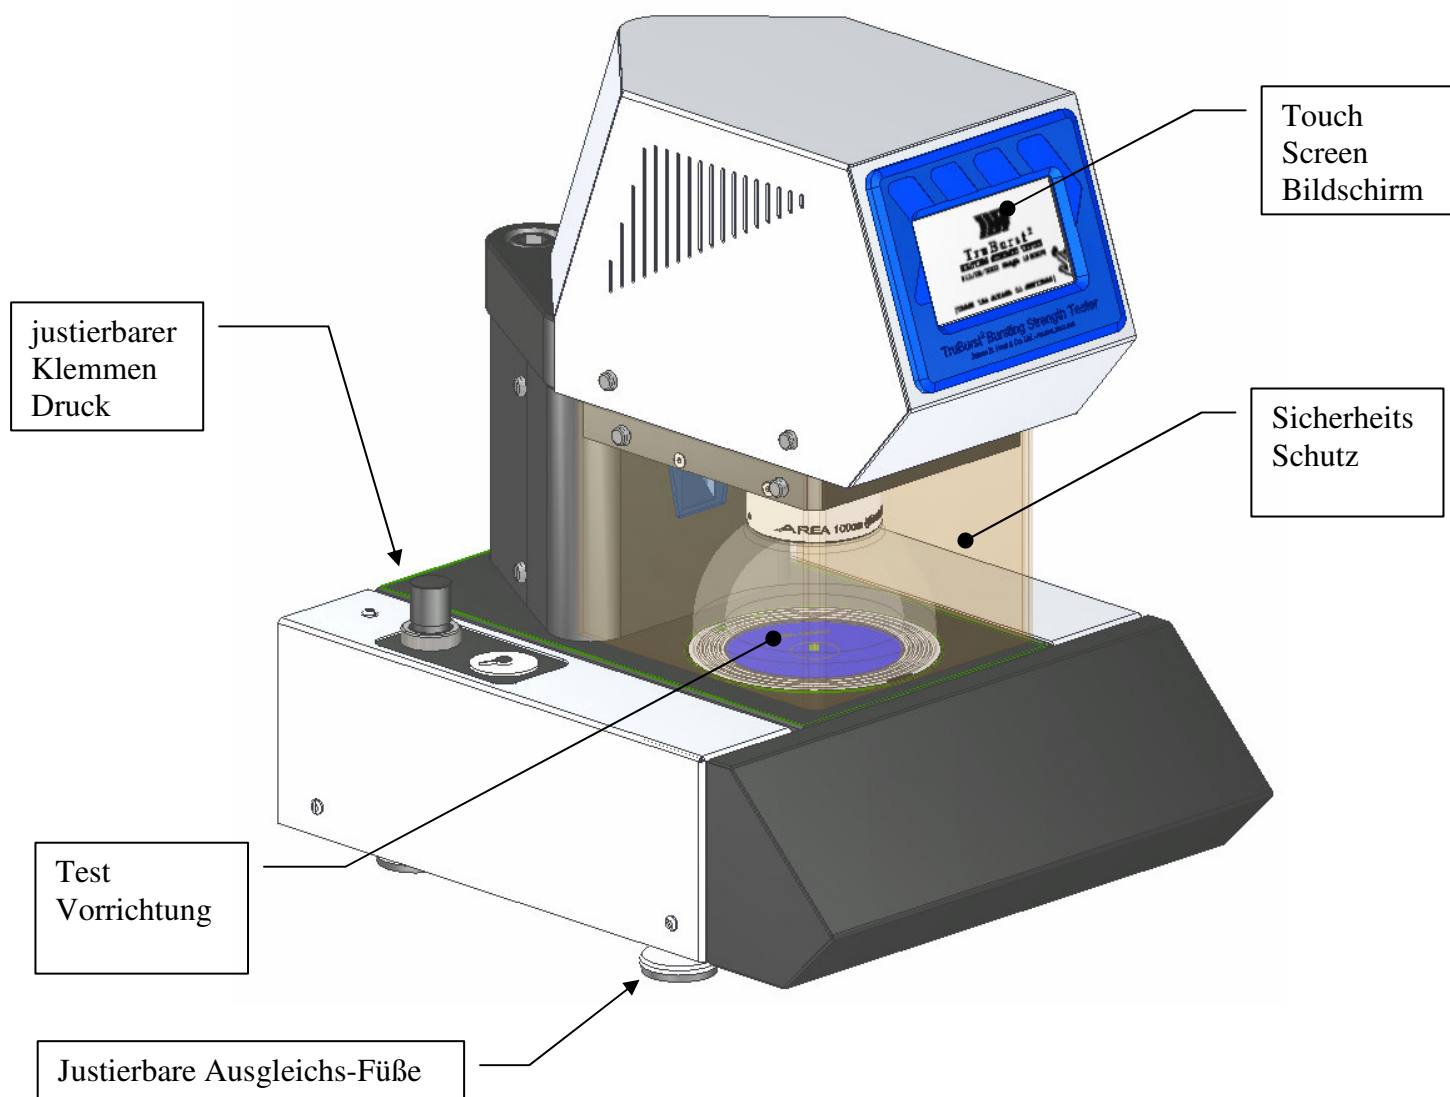

Abbildung 2: TruBurst2 – Identifizierung der Haupt-Komponenten
Abbildung 2: TruBurst² - Identifizierung der Haupt-Komponenten	9
- 3.5.1. Beachten Sie: Es ist nicht nötig, das Instrument auszuschalten, um die Prüffläche zu wechseln. Siehe Abbildung 2 und vergewissern Sie sich, daß das Instrument sich in der ungeklemmten (offenen) Position befindet und jeglicher Prüfling entfernt wurde.